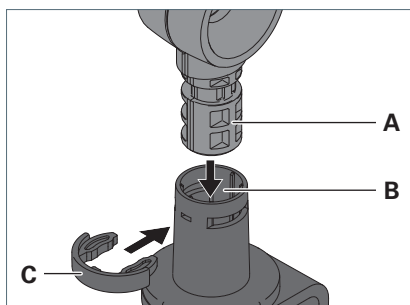

Fig. 4: Monter le luminaire sur la pince de table.
- Introduisez le tourillon **A** situé sur la tige du luminaire dans l'orifice **B** de l'élément de fixation, voir Fig. 4.